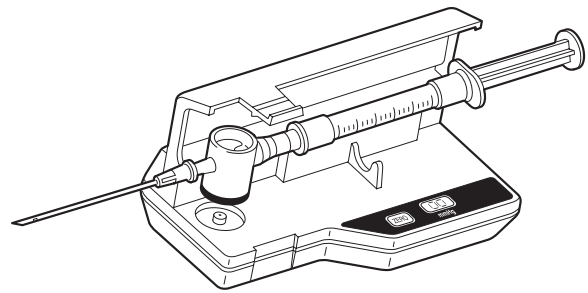

Figura 2
6. Coloque la cámara en el receptáculo del transductor con la superficie negra hacia abajo. Presione suavemente hasta que el componente desechable encaje. Consulte la figura 2.